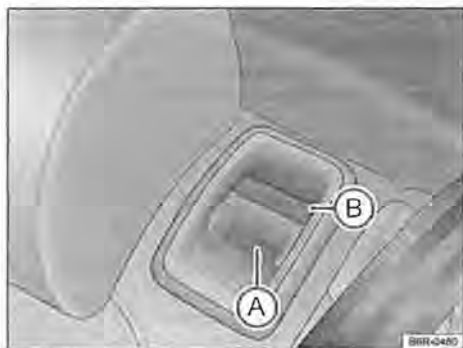

Fig. 57 Divano posteriore: tasto di sbloccaggio **A**; contrassegno rosso **B**
- Abbattere lo schienale del divano posteriore tenendo tirato in avanti il tasto di sbloccaggio → fig. 57 **A**.
Lo schienale del divano posteriore è sbloccato quando il contrassegno rosso del tasto → fig. 57 **B** è visibile.
- Il contrassegno rosso del tasto di sbloccaggio → fig. 57 **B** non deve più essere visibile.
- Se sull'indicatore di bloccaggio → fig. 57 **B** si vede un contrassegno rosso, significa che lo schienale non è bloccato. Quando lo schienale del divano posteriore si trova in posizione eretta, verificare sempre che il contrassegno rosso non sia visibile.